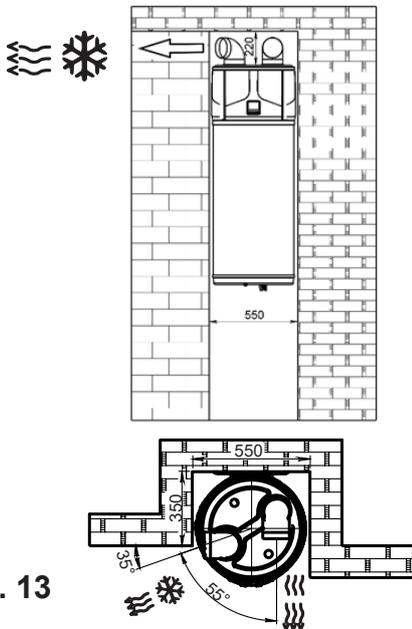

Fig. 13
6.3. Conexión de ventilación. Conductos de aire. (Fig. 13, 14, 15, 17a, 17, 18, 19)
Además del espacio indicado en el apartado 6.1, la bomba de calor requiere una ventilación adecuada. Es necesario crear un conducto de aire exclusivo como se indica en la ilustración (Fig. 13 a 19).
6.3.1. Sin conductos de ventilación. (Fig. 13, 14)
ADVERTENCIA Para evitar una circulación corta de aire entre la entrada y la salida, utilice siempre dos codos montados en dirección opuesta cuando se realice una instalación sin conductos. **Fig. 13**